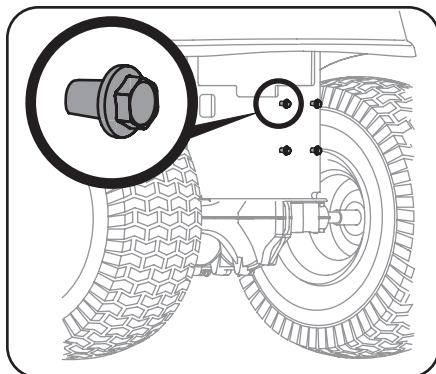

Figura 4-2
1. Instale los 4 tornillos con reborde (738-05243) en los orificios para tornillos ubicados en la parte trasera del bastidor del tractor, como se muestra en la Figura 4-2.